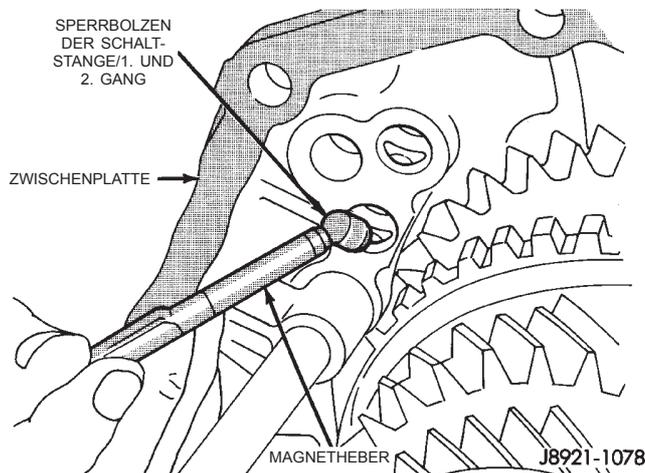

Abb. 76 Sperrbolzen der Schaltstange/1. und 2. Gang ausbauen
(28) Den Sperrbolzen der Schaltstange für den ersten und zweiten Gang aus der Zwischenplatte herausziehen (Abb. 76).